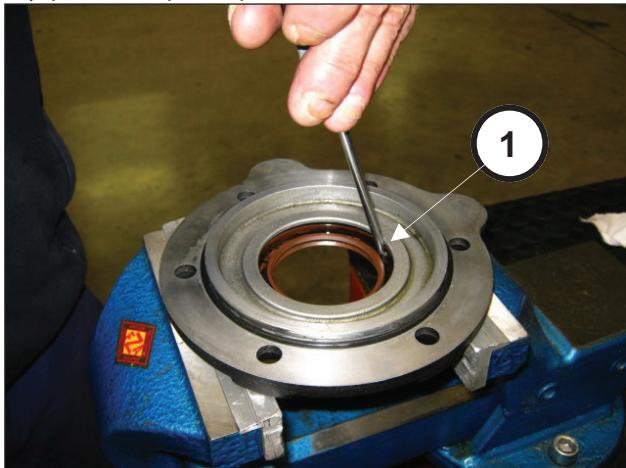

Рис. 9
Снимите сальник с крышки шестерни, действуя с внутренней стороны крышки (поз. ①, Рис. 9).